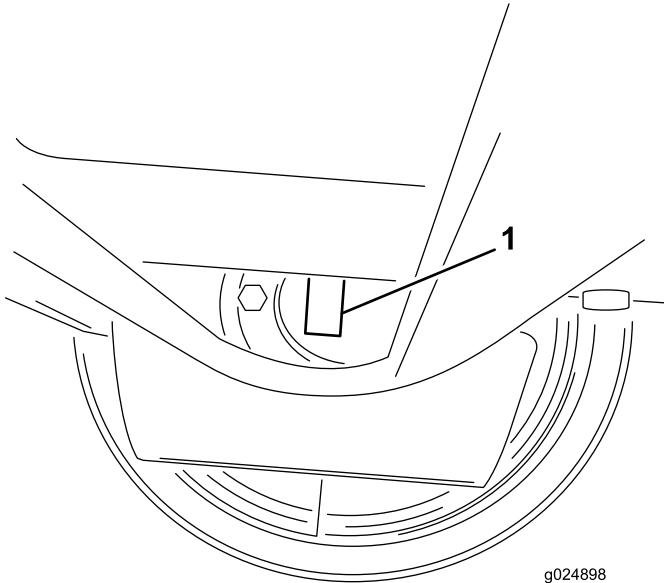

Figura 1
- Inspecione a placa do número de série do motor da roda (Figura 1). Pode observar-se na parte de baixo da máquina.